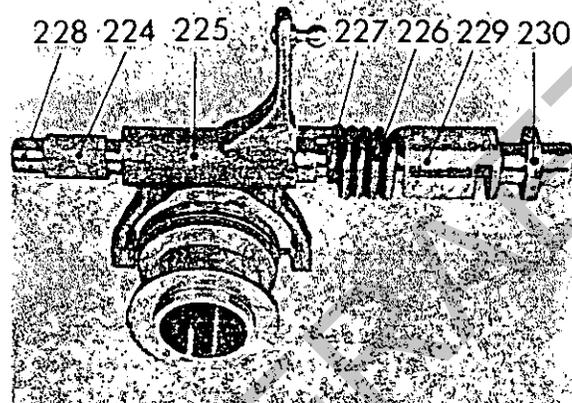

Abb. 19
Nocken (245a) und Schnecke (244) mit Montagedorn (W 701) montieren. Verstellhebel (237), Radialdichtung (230), Führungswelle (229), Lagerbolzen (228), Distanzrohr (227), Distanzrohr (224), Torsionsfeder (226) und Zsb. Reglergabel (225) in richtiger Reihenfolge zusammensetzen. (Siehe Abb. 19). Umlenkhebel (242) auf Lagerbolzen (243) aufschieben und mit Seegersicherung (241) absichern. Anlaufscheibe (223), Axialnadellager (222), Laufbüchse (221), Reglermuffe (220) und Beilegescheibe einführen.